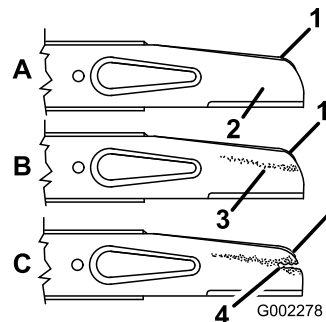

Figura 30
2. Retire as porcas da lâmina, acelerador e lâmina (Figura 30).